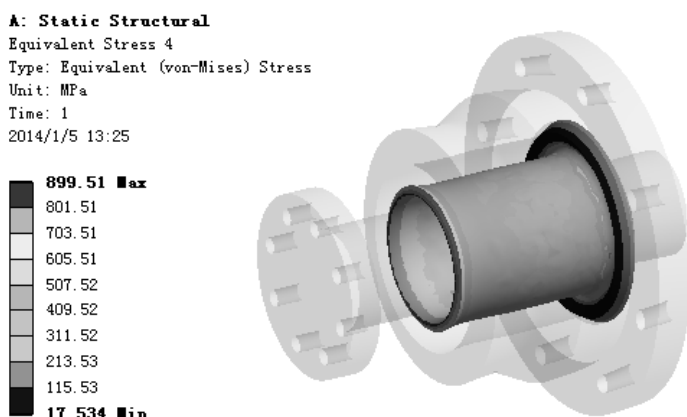

图 9.6.22 应力结果图解 (shaft)
(6) 查看 shaft 零件应力结果图解。在“Outline”窗口中选中  Equivalent Stress 4, 查看图 9.6.22 所示的零件 shaft 的应力结果, 其最小应力为 17.534MPa, 其最大应力为 899.51MPa。